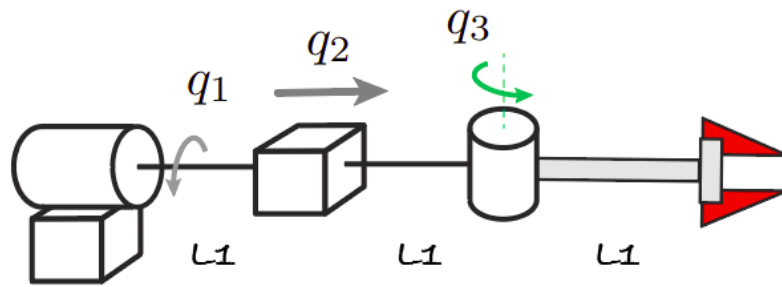

Figura 2: Robot RPR
3. Para el robot de 3-GDL con articulaciones RPR de la figura 2 que está en la posición de home: